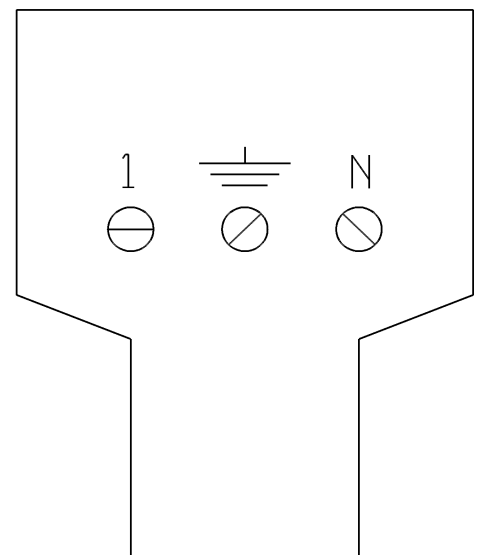

Fig. 9
- Conectar el cable de alimentación suministrado con el equipo en su conector apropiado ubicado en la parte trasera de la máquina e insertar este último en el grupo de alimentación montado la parte trasera de la columna (fig. 3) donde se halla montado un tablero de bornes (fig. 9) previsto para el funcionamiento a la tensión monofásica de 230 V.